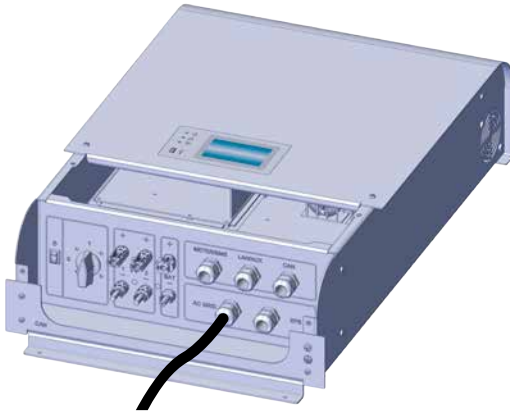

Abb. 12: Entfernen der Abdeckung des ES-T
1. Lösen Sie die Schrauben der Front-Abdeckung und entfernen Sie die Front-Abdeckung des ES-T wie in Abb. 12 gezeigt: